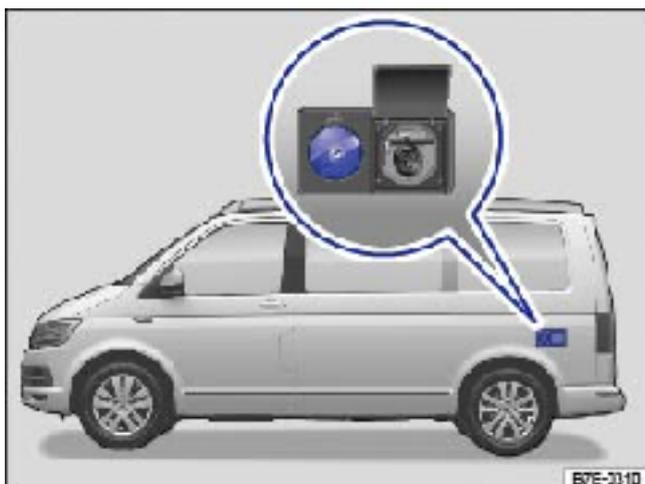

Fig. 62 Orifice de remplissage d'eau propre
- Ouvrez le bouchon de l'orifice de remplissage d'eau propre ⇒ Fig. 62.